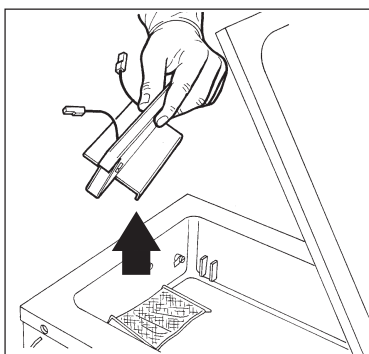

Fig. 2
- 3) Estrarre la barra saldante con i cavetti (Fig. 2).